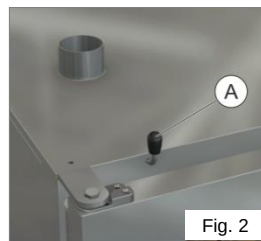

Fig. 2
1.4C Valvola sfiato camera (Fig. 2)